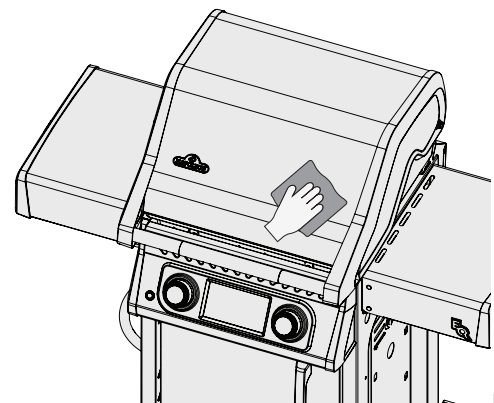

Fig. 9
- Veeg altijd in de richting van de nerf. (Fig. 9)